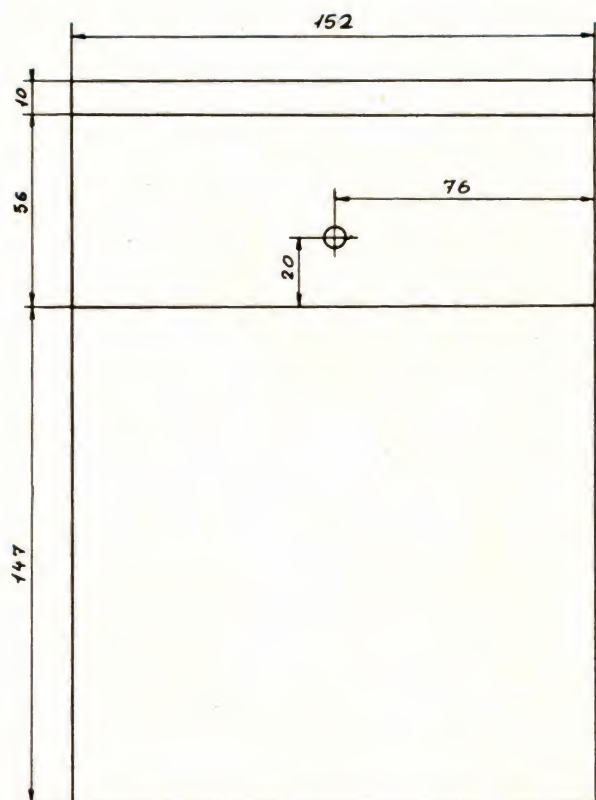

Fig. 16. — Cotes de traçage du boîtier du pupitre de commande. Tôle d'aluminium de 10/10°, pliages vers l'arrière.
poussoirs BP1 et BP2 et ses cotes de traçage sont indiquées sur les plans des figures 16 et 17. Nous vous conseillons d'utiliser des poussoirs robustes car il ne faut pas oublier que leur commande s'effectue au pied. Pour notre part, nous avons employé deux éléments d'un ancien clavier de récepteur radio. Ceux qui souhaitent se passer du pupitre de commande peuvent incorporer les poussoirs au boîtier principal en utilisant, par exemple, le modèle ref.8121 de C&K. Nous vous conseillons de recouvrir le pupitre de commande de plastique adhésif ou de le peindre à l'aide d'un émail à froid résistant. Afin d'éviter tout déplacement intempestif du pupitre, nous avons collé quatre plots anti-dérapant au-dessous du coffret.